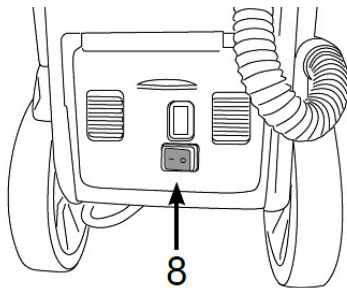

Abb. 8: Hauptschalter kabelgebundene Maschinen
- Die Grüne LED zeigt an, dass die Maschine an der Stromversorgung angeschlossen ist und am Hauptschalter (Pos.8, Abb.8) eingeschalten wurde.